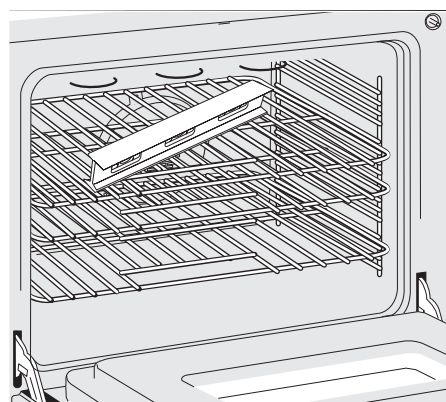

Figure 16
2. Déposez un niveau à bulle sur la grille (Figure 16). Prenez 2 lectures en plaçant le niveau en diagonale dans une direction, puis dans l'autre direction. Si nécessaire, ajustez les 4 vis de nivellement à l'aide d'une clé pour niveler l'appareil (reportez-vous à la Figure 21).